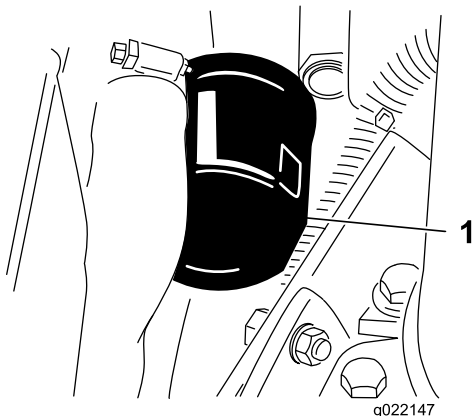

Figura 57
3. Togliete il filtro dell'olio (Figura 57).